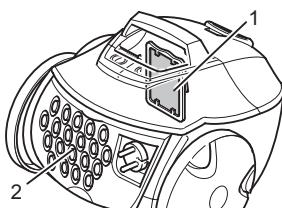

Abb. 21
- **Motorschutzfilter (Abb. 21/1)** verhindert bei defektem Staubfilterbeutel, dass größere Partikel den Motor zerstören.
- **Hygiene-Ausblasfilter (Abb. 21/2)** filtert feinste Partikel aus der ausgeblasenen Luft.